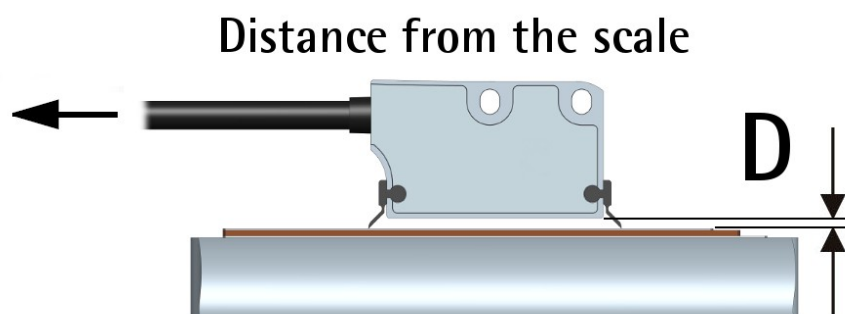
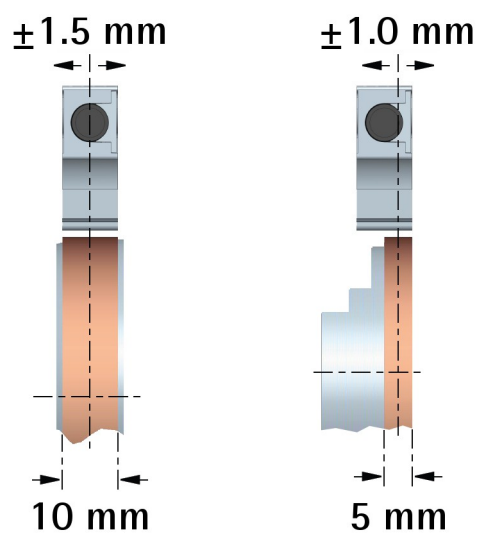
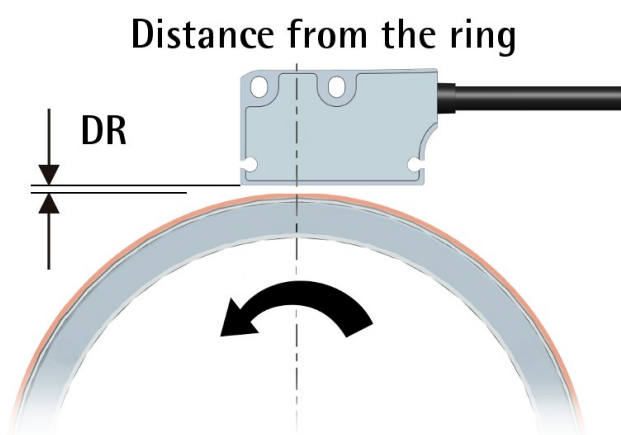

Figura 1 - Distanza montaggio sensore / banda
Figura 5 - Allineamento sensore / anello
Figura 6 - Distanza sensore / anello
E' possibile montare la testina sulla banda nelle due direzioni. La freccia in Figura 1 indica la **direzione di conteggio standard** (il fronte di salita del segnale A precede il fronte di salita del segnale B) quando il sensore muove nella direzione indicata dalla freccia; ulteriori informazioni nella sezione "4.6 Direzione di conteggio" a pagina 23.
La distanza D (si veda la Figura 1) tra la base del sensore e la banda magnetica deve essere compresa nei range indicati nella seguente tabella:
Nel caso di anelli con superficie magnetica di larghezza 10 mm allineare il sensore e l'anello sullo stesso asse centrale. Nel caso di anelli con superficie magnetica di larghezza 5 mm allineare il sensore e l'anello come in Figura 5, badando che il sensore incrementale è posto lateralmente nella testina di lettura. Con anelli 5 mm è indifferente il verso di montaggio dell'anello (bisogna però poi allineare opportunamente il sensore sul lato corretto!).
Riferirsi alle tabelle in basso e alle Figura 2, Figura 5 e Figura 6 per le tolleranze di montaggio tra sensore e anello MRI.
La direzione di conteggio positiva (il fronte di salita del segnale A precede il fronte di salita del segnale B) si ha quando il sensore muove sulla banda nella direzione indicata dalla freccia in Figura 1; oppure quando l'anello ruota nella direzione indicata dalla freccia in Figura 6 Per ogni informazione riferirsi alla sezione "4.6 Direzione di conteggio" a pagina 23.
3.11 Spazzole di pulizia opzionali (Figura 1)
La direzione di conteggio standard (il canale A precede il canale B) è da intendersi con movimento del sensore come indicato dalla freccia in Figura 1 nel caso di applicazione lineare; con movimento dell'anello come indicato dalla freccia nella Figura 6 nel caso di applicazione rotativa.
Di default la relazione di fase tra i canali di uscita A e B è tale per cui il fronte di salita dell'impulso A precede il fronte di salita dell'impulso B con movimento dell'encoder nella direzione indicata dalla freccia in Figura 1 nel caso di applicazione lineare; con movimento dell'anello come indicato dalla freccia nella Figura 6 nel caso di applicazione rotativa (si veda la sezione "4.5 Definizione canali d'uscita ABO, /ABO" a pagina 21). Il valore rilevato da un contatore collegato alle uscite dell'encoder è perciò crescente. La direzione di conteggio non può essere modificata.